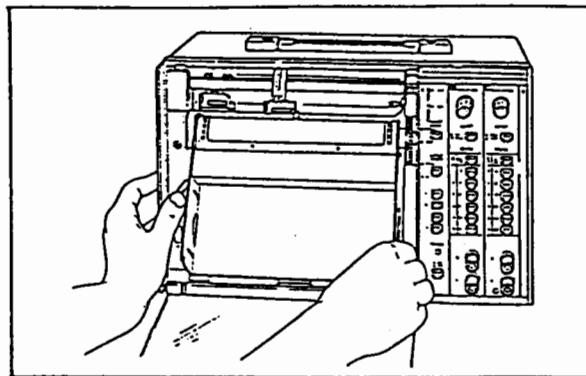
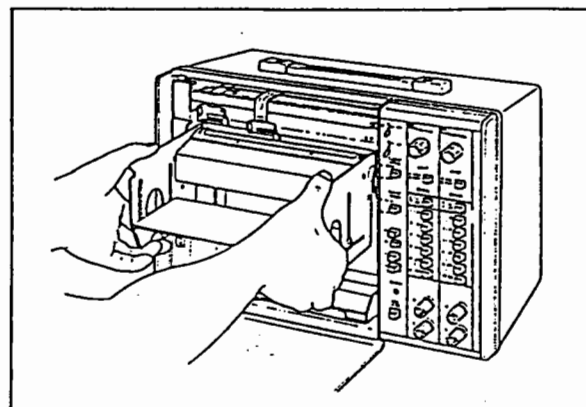

図 3.2
図 3.3
- (2) 図 3.2 のようにロックレバーを左側に押し記録紙ストック部を上を持ち上げ、図 3.3 のように水平の位置で取りはずします。